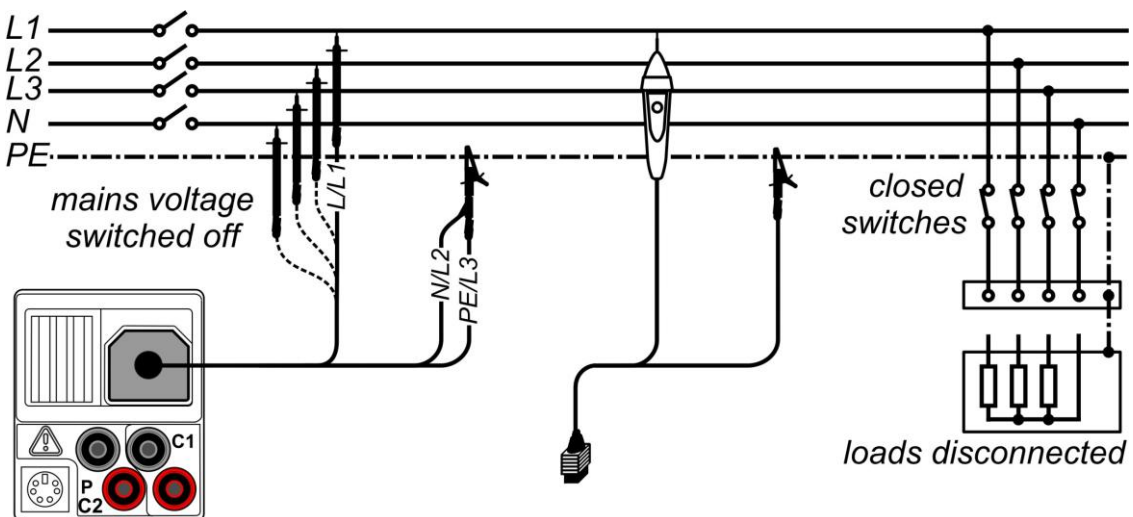

Abbildung 5.6: Anschlüsse für die Isolationsmessung
- ❑ **Schließen** Sie die Prüfleitung am Prüfgerät sowie am Prüfling an (siehe Abbildung 5.6)